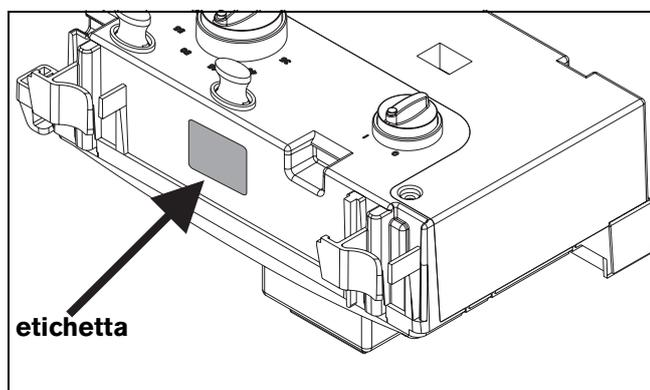

Fig. 1
2.1 Trasformazione gas per apparecchi con l'etichetta riportante il cod. HTKF 1 xxx presso il quadro comandi (→Fig. 1)